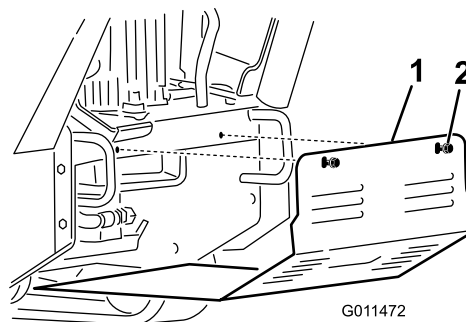

Figure 25
3. Desserrez l'un après l'autre les 2 boulons qui fixent le panneau de protection inférieur jusqu'à ce qu'il se détache (Figure 25).
5. Pour monter le panneau de protection avant d'utiliser la machine, glissez-le dans la machine, en appui sur les 4 pattes, et fixez-le en place avec les 2 boulons retirés précédemment (Figure 25).